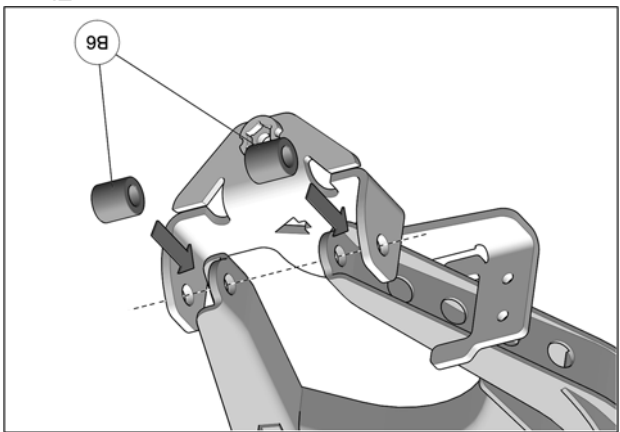

Fig. 7
7. Insérer les bagues (B6) entre l'ancrage et le bras de suspension. Aligner les trous de fixation de l'ancrage et des bagues aux trous présents dans le bras de suspension. Voir la Fig. 7